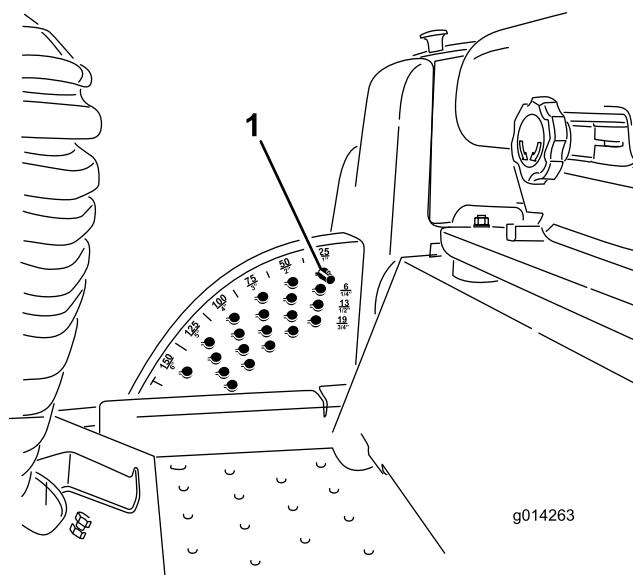

Figura 16
Nota: Para bloquear la carcasa del cortacésped en posición elevada, eleve la carcasa más allá de la posición de 15 cm, retire el pasador de tope de altura de corte (consulte Ajuste de la altura de corte), y ponga el pasador en la posición de altura de corte de 15 cm (Figura 16).
- Con el motor en marcha, presione hacia atrás el interruptor de elevación de la carcasa hasta que la carcasa del cortacésped esté elevada del todo y **suelte el interruptor inmediatamente** (Figura 16).
- Para ajustar, gire el pasador hasta que el nervio quede alineado con la ranura del taladro del soporte de altura de corte, y retire el pasador (Figura 16).
- Seleccione un taladro del soporte de altura de corte que corresponda a la altura de corte deseada, inserte el pasador y gírelo para bloquearlo en esa posición (Figura 16).
Nota: Hay cuatro filas de taladros (Figura 16). La fila superior corresponde a la altura de corte impresa encima del pasador. La segunda fila corresponde a la altura impresa más 6 mm. La tercera fila corresponde a la altura impresa más 12 mm. La fila inferior corresponde a la altura impresa más 18 mm. Para la posición de 15,8 cm hay un solo taladro, situado en la segunda fila. Esta posición no añade 6 mm a la altura de 15,8 cm.